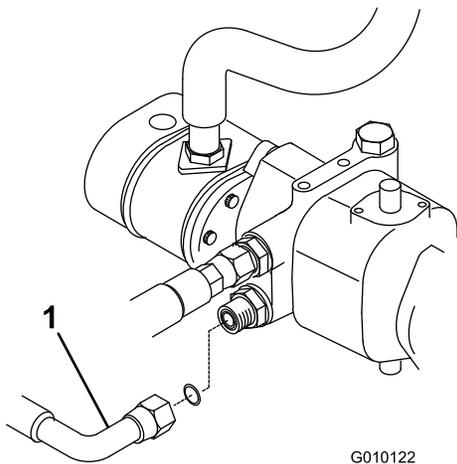
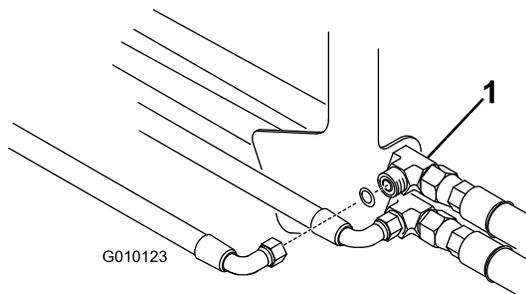

Figura 6
Figura 7
5. Desconecte la manguera inferior del hidrostato (Figura 6) y del acoplamiento en T del pasamuros superior que va a los motores de las ruedas delanteras (Figura 7).